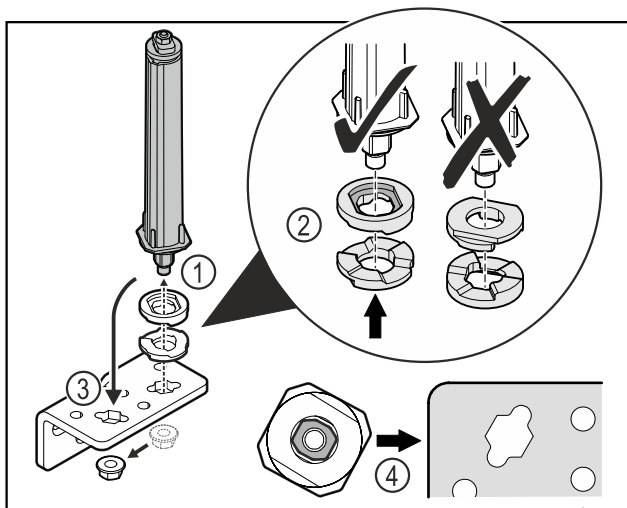

Fig. 51
- Povolte matici a odstraňte uzavírací systém dvířek Fig. 51 (1).
- Dbejte na správné vyrovnaní výškově stavitelných podložek Fig. 51 (2).
- Přesaďte uzavírací systém dvířek v úhelníku závěsu a upevněte jej maticí Fig. 51 (3).
- Při nasazování dbejte na správné vyrovnaní uzavíracího systému dvířek Fig. 51 (4).